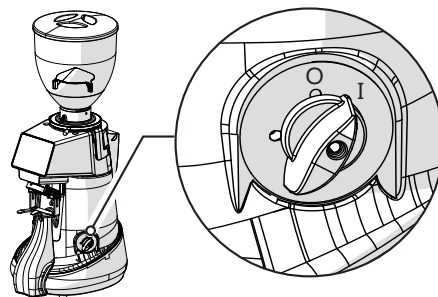

Fig. 14
- Ruotare in posizione "I" l'interruttore di accensione macchina (Fig. 14).